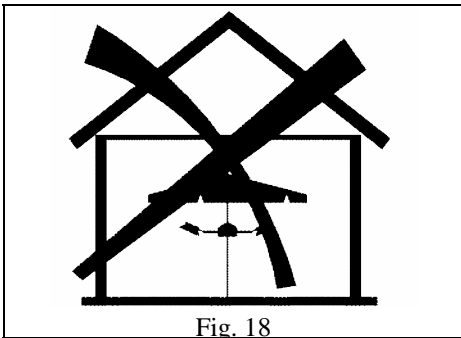

Fig. 18
- Gebruik dit toestel alleen buiten of in goed geventileerde ruimtes, minimaal 25% van het wandoppervlak van die ruimte dient open te zijn. (zie fig. 18, 19, 20).
- Niet gebruiken in afgesloten ruimtes. Dit kan erg gevaarlijk zijn en is absoluut VERBODEN. (zie fig. 18, 19, 20)
Dit toestel is alleen bedoeld voor buitenshuis gebruik en voor in goed geventileerde ruimtes, dus niet voor binnenshuis gebruik. (zie fig. 18, 19 en 20). Wanneer de lokale regels het toelaten, zien wij geen veiligheidsbeperkingen om dit toestel te gebruiken in grote ruimtes waar ruimte en ventilatieomstandigheden vergelijkbaar zijn met gebruik buiten (bijv. beurzen of overdekte winkelcentra). Voordat u dit toestel daar installeert moet u eerst contact opnemen met de lokale autoriteiten. Gebruik dit toestel nooit in kleine ruimtes.